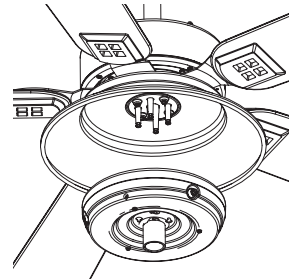

Figura 8d - Forma de instalar la parte inferior de la caja del interruptor con el conjunto de luces.
2. Instale los tornillos hasta la mitad en los cuatro rayos de la placa de montaje de la caja del interruptor. Vea la Figura 8d.
3. Conecte el conector de enchufe superior con el conector de enchufe inferior de la parte inferior de la caja del interruptor. Vea la Figura 8d.